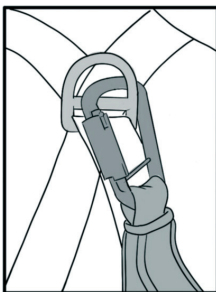

fig.2
2. Sprawdzić, czy łącznik użytkownika jest przymocowany do zaczepu upręży, przed przystąpieniem do wykonywania prac na wysokości, a w razie konieczności, czy klucz jest zaciśnięty (rys. 2).